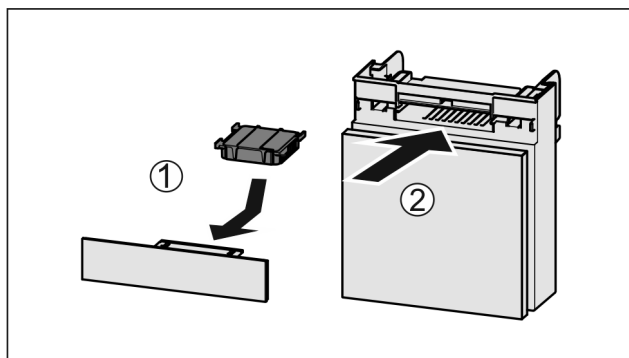

Fig. 234
- Вставити фільтр з активованого вугілля за малюнком Fig. 234 (1).
- Вставити відділення Fig. 234 (2).